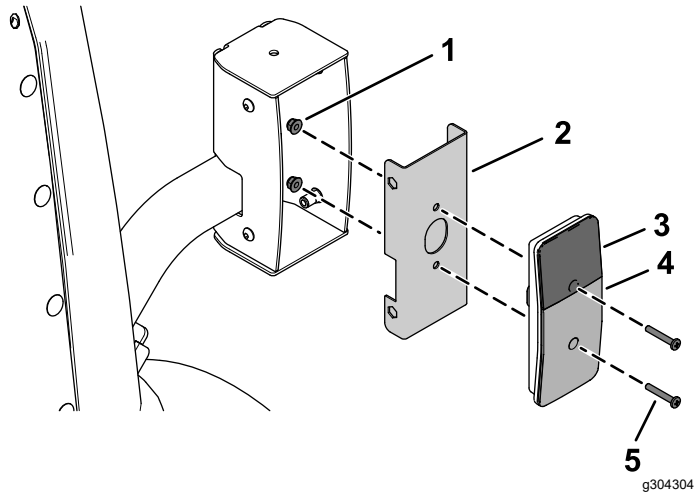
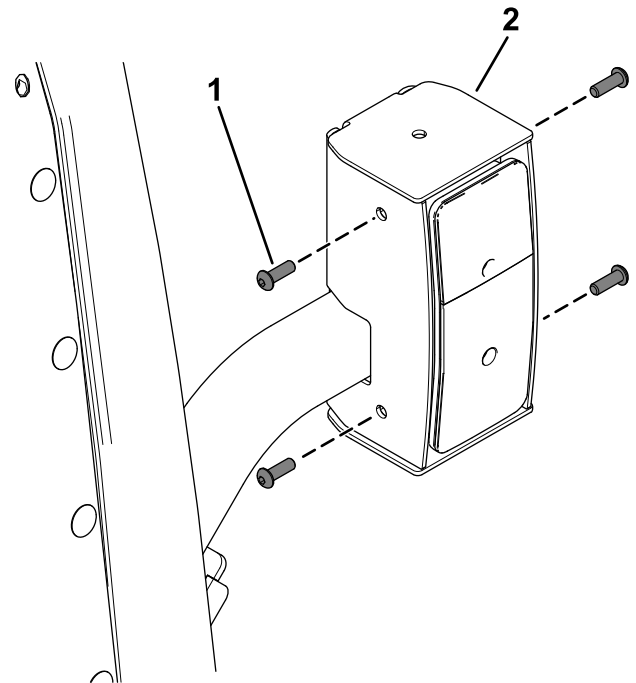

Bild 36
Bild 37
- Befestigen Sie die Rücklichter mit vier Flachkopfschrauben (Nr. 10 x 1¼") und vier Bundmuttern (Nr. 10) an den inneren Montagehalterungen, wie in Bild 36 dargestellt.
- Befestigen Sie die montierten Rücklichter mit acht Halbrundschauben (¼" x ¾") an den Rücklichtgehäusen, wie in Bild 37 dargestellt.
Achten Sie darauf, dass Sie die Rücklichter mit der gelben Linse oben montieren (Bild 36 und Bild 37).